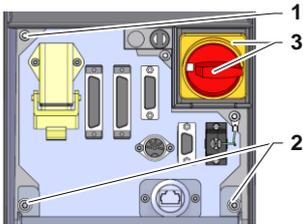
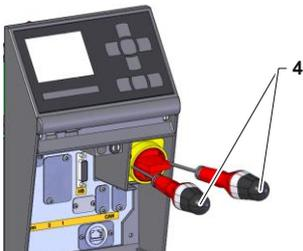

Abb. 1: Schnittstellenblech
Abb. 2: Abdeckung mit Griff entfernen
3. 1x Schraube (Kennzeichnung 1 → Abb. 1) ersetzen durch Schraube M4x10 (→ Stückliste Pos 05).
4. 2x Schrauben (Kennzeichnung 2 → Abb. 1) ersetzen durch Schrauben M4x16 (→ Stückliste Pos 06).
5. Mit zwei 1er Schlitzschraubendreher (Kennzeichnung 4 → Abb. 2) zwischen Abdeckung und Griff (Kennzeichnung 3 → Abb. 1) eindringen, ausklicken und entfernen.